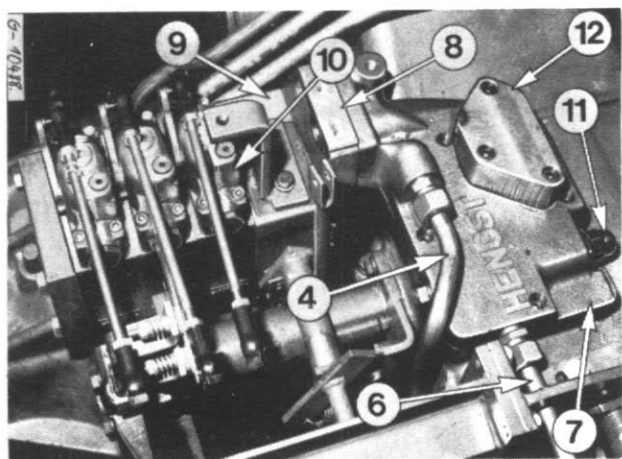
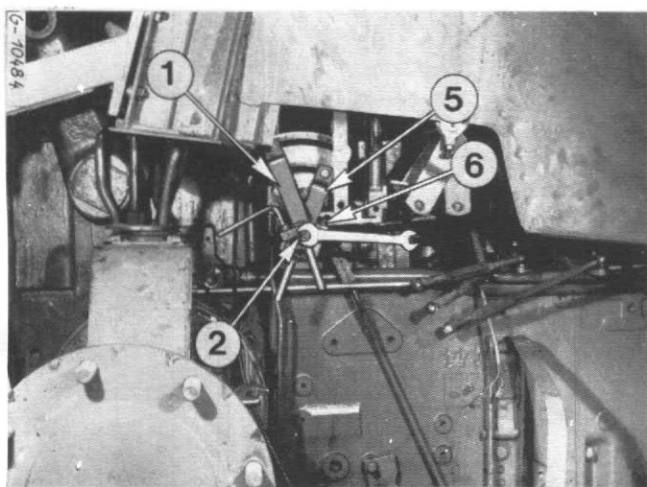
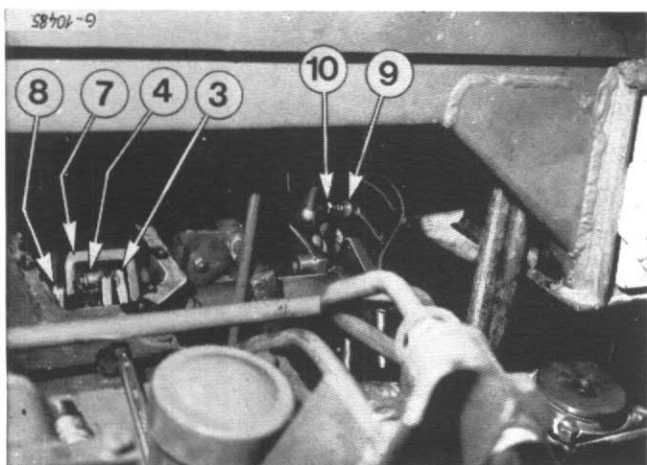
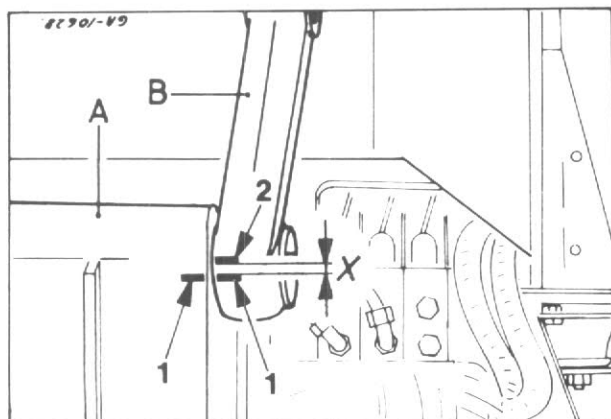

Fig. 22 - (pour information seulement)
Fig. 27
Fig. 28
Fig. 30a
- Enlever les boulons de fixation de la plaque de liaison (8, Fig. 22).
- Oter le bloc de régulation (7).
2.2.1 Réglage des leviers de contrôle de traction et de position (voir Fig. 27, 28 et 30a, 30b)
A) Réglage du levier de contrôle de traction (Fig. 27 et 28)
1. Déplacer complètement le levier (1, Fig. 27) pour l'amener dans sa position de levage maximum.
2. Pousser complètement le levier (5) de contrôle de position vers le bas dans sa position flottante.
3. Tourner l'arbre (3, Fig. 28) du contrôle de traction en agissant sur le réglage hexagonal (2) de façon que le levier (4) du tiroir de traction enfonce entièrement le poussoir du tiroir jusqu'à sa position de levage à capacité maximum.
B) Réglage du levier de contrôle de position (Fig. 27, 28 et 30a, 30b)
1. Lever manuellement les bras de levage à leur position maximum. (Les bras doivent entrer en contact avec la paroi du carter). Dans cette position, appliquer les repères (1, Fig. 30a) aux éléments A et B.
2. Appliquer le repère (2) sur le bras (B) en respectant la dimension (X). Abaisser ensuite les bras de levage.
5. Desserrer le boulon de blocage (6, Fig. 27).
Les repères (1 et 2) étant alignés, serrer le boulon de blocage (6, Fig. 27).
2.7 Dépose du tube de contrôle de position et de l'arbre de contrôle de traction (voir Fig. 27, 28 et 66).